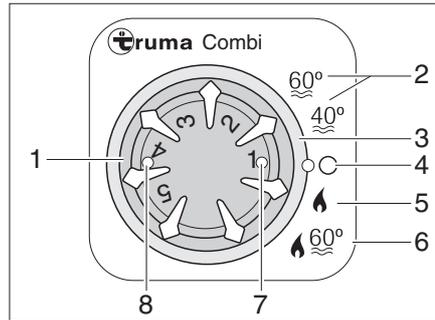

Fig. 307 Centralina di controllo per riscaldamento/boiler
- Impostare la modalità di funzionamento tramite l'interruttore girevole (Fig. 307,3).
Il riscaldamento seleziona da solo lo stadio necessario del bruciatore a seconda dello stadio di riscaldamento regolato. Durante la modalità di funzionamento "Riscaldamento e boiler" (Fig. 307,6) si riscalda anche l'acqua nel boiler. Nella modalità di funzionamento "Riscaldamento senza boiler" (Fig. 307,5) il riscaldamento può funzionare anche con boiler vuoto.
- Posizionare la manopola della temperatura (Fig. 307,1) della centralina di controllo sullo stadio di riscaldamento desiderato.
- Posizionare l'interruttore girevole (Fig. 307,3) sul funzionamento invernale "Riscaldamento senza boiler" (Fig. 307,5) o sul funzionamento invernale "Riscaldamento e boiler" (Fig. 307,6).
La spia di controllo verde (Fig. 307,7) si accende.
- Posizionare l'interruttore girevole (Fig. 307,3) su "O" (Fig. 307,4).